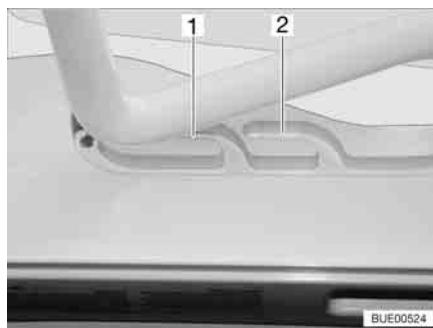
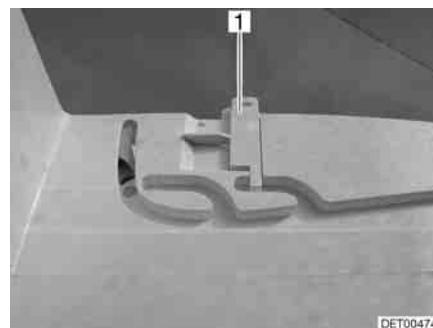

Fig. 38 Oblò Heki in posizione di ricircolo d'aria
Fig. 39 Bloccaggio della posizione di ricircolo d'aria
È possibile portare l'oblò Heki in due posizioni di ricircolo d'aria: Posizione brutto tempo (Fig. 38,1) e posizione centrale (Fig. 38,2). A seconda del modello è possibile bloccare l'oblò nella posizione centrale con il chiavistello (Fig. 39,1).
■ Premere la staffa leggermente verso l'alto, spingerla nella guida selezionata (Fig. 38,1 o 2) ed eventualmente bloccarla.